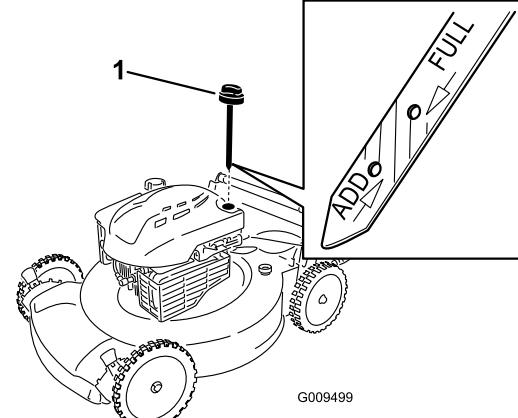

Рисунок 17
- Извлеките масломерный щуп (Рисунок 17).
- Медленно заливайте масло в маслозаливной патрубок до тех пор, пока уровень масла не достигнет отметки **Full (ЗАПОЛНЕНО)** на масломерном щупе (Рисунок 17). **Не допускайте переполнения картера.** Макс. объем масла: 0,59 л, тип: автомобильное моющее масло (SAE 30), имеющее классификацию API: SF, SG, SH, SJ, SL и выше.